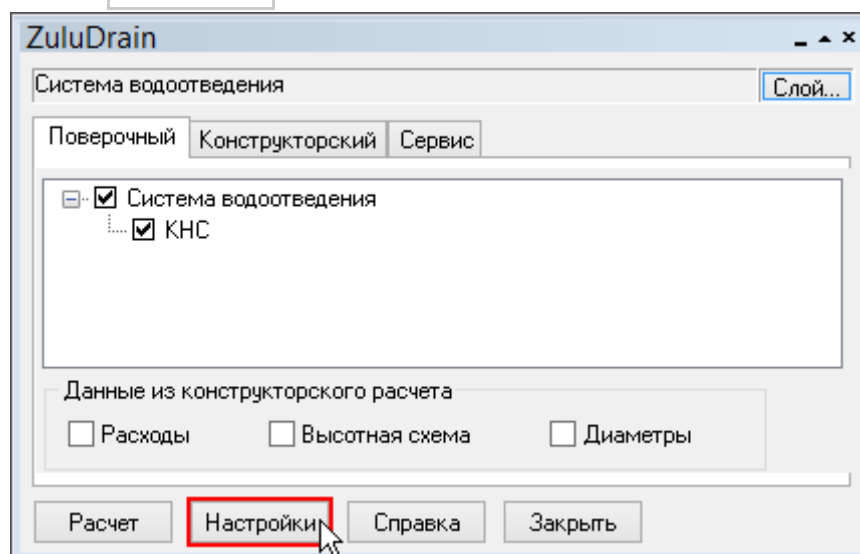

Рисунок 61. Настройки гидравлического расчета
3. Нажмите кнопку **Настройки**. (Рисунок 61. «Настройки гидравлического расчета»)